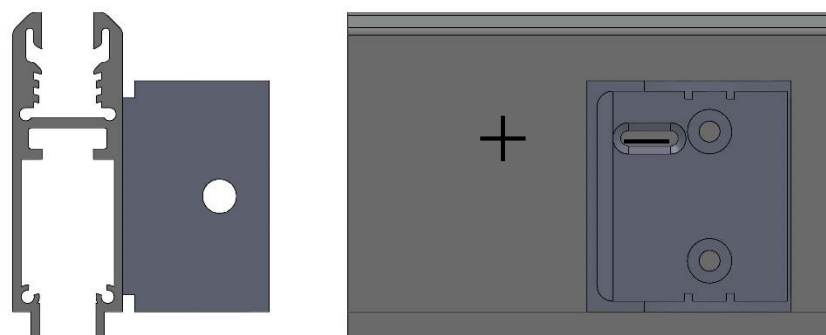

Figura 12
- Marcar la altura del segundo taladro como se describe en la figura 12.